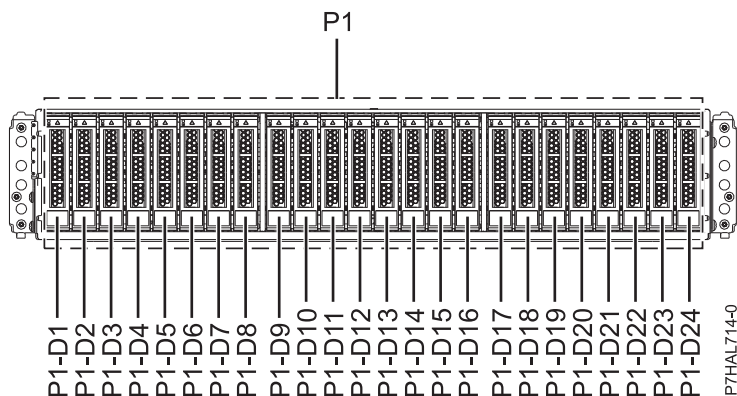

図 38. 5887 ディスク・ドライブ・エンクロージャーの正面図 (ディスク・ドライブの位置を示す)
3. 保守を行う部品およびエンクロージャーを識別します。ディスク・ドライブおよび SSD スロットはエンクロージャーの前面にあります。45 ページの図 38 および 45 ページの図 39 は、エンクロージャーの正面図と背面図で、エンクロージャー内のディスク・ドライブの位置を示しています。